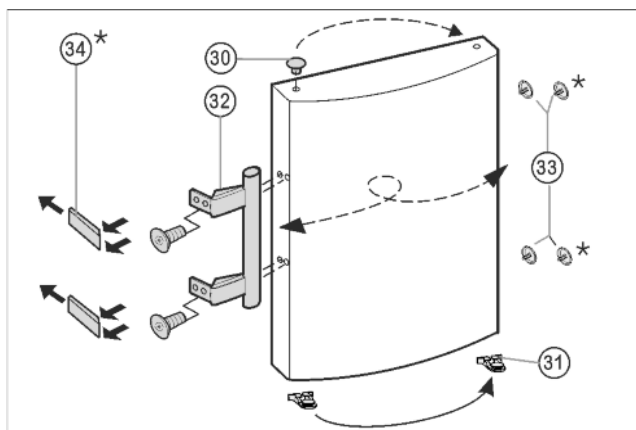

Fig. 7
- ▶ Scoateți dopul Fig. 7 (33) din bucașa suport a ușii și fixați-l pe latura opusă.
- ▶ Demontați mânerul ușii Fig. 7 (32), dopurile Fig. 7 (33) și plăcile de presare Fig. 7 (34) și instalați-le pe partea opusă.